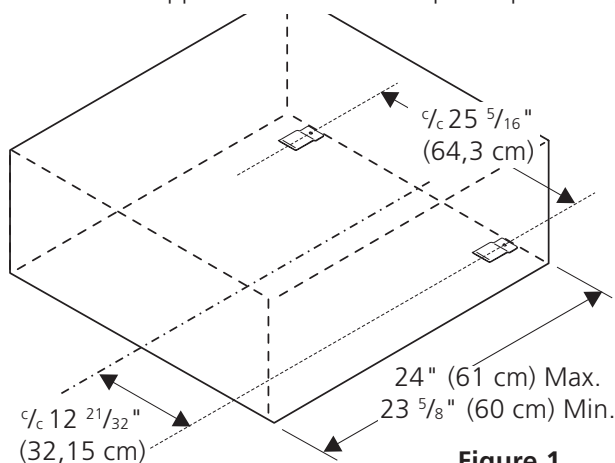

Figure 1
1. Localisez les supports anti-basculer tel qu'indiqué à la fig. 1.